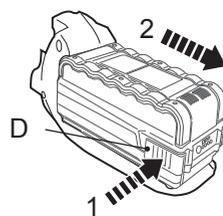

Fig. 16
- > Appuyez sur les boutons de déverrouillage (D) situés de part et d'autre de la batterie (C), puis décrochez-la (fig. 16).